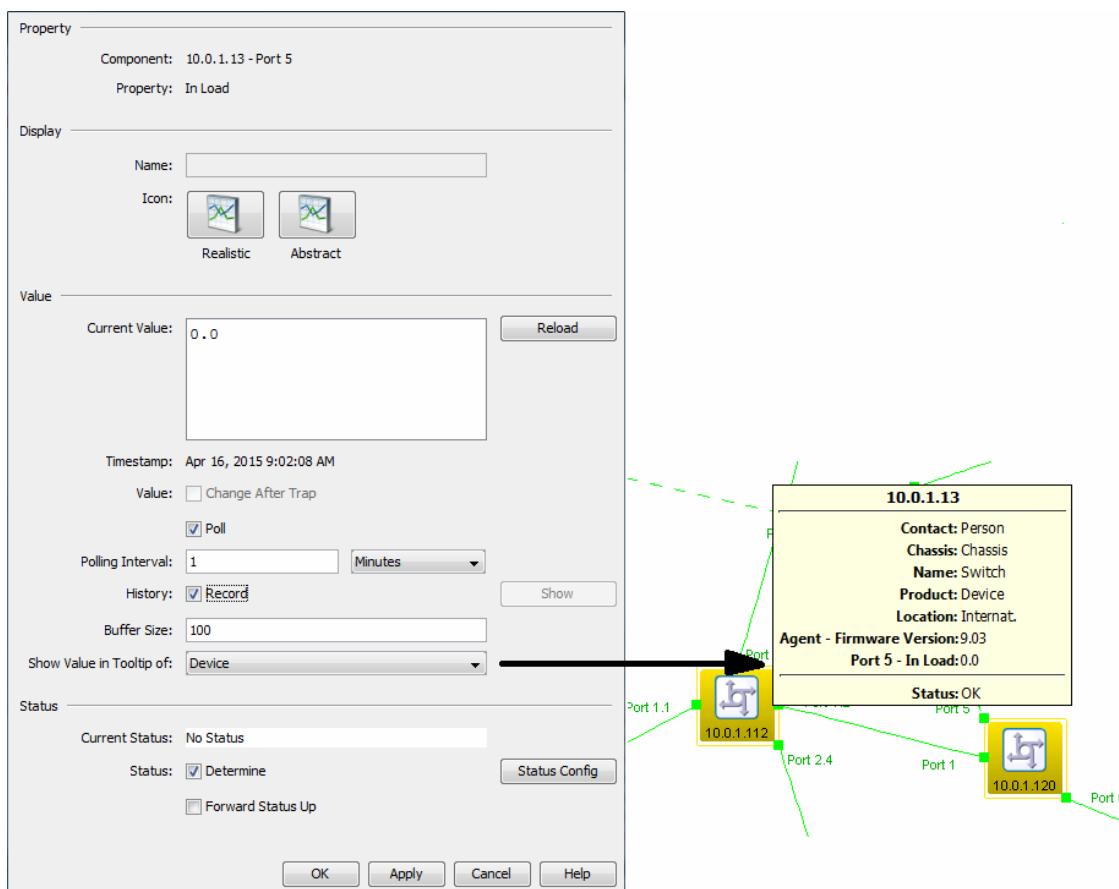

Figura 63: Proprietà dettaglio
- ▶ Per visualizzare questo valore nella guida a bolle di un componente di livello superiore, selezionare il componente nell'elenco a discesa “Mostra valore nel tooltip di” (vedi figura 63).